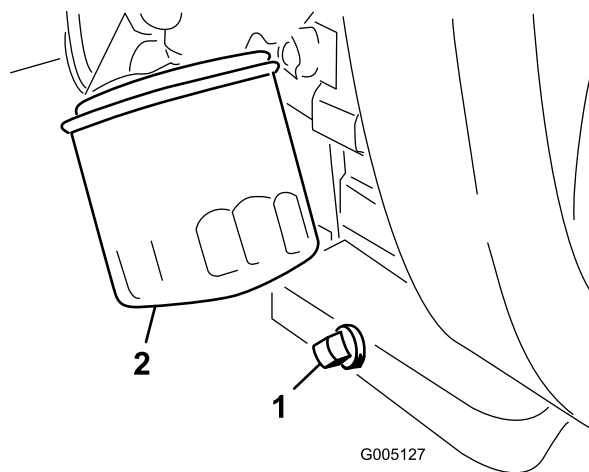

Рисунок 43
1. Снимите сливную пробку (Рисунок 43) и дайте маслу вытечь в сливной поддон. Когда масло стечет, поставьте сливную пробку на место.
2. Извлеките масляный фильтр (Рисунок 43). Нанесите тонкий слой чистого масла на новую прокладку фильтра.